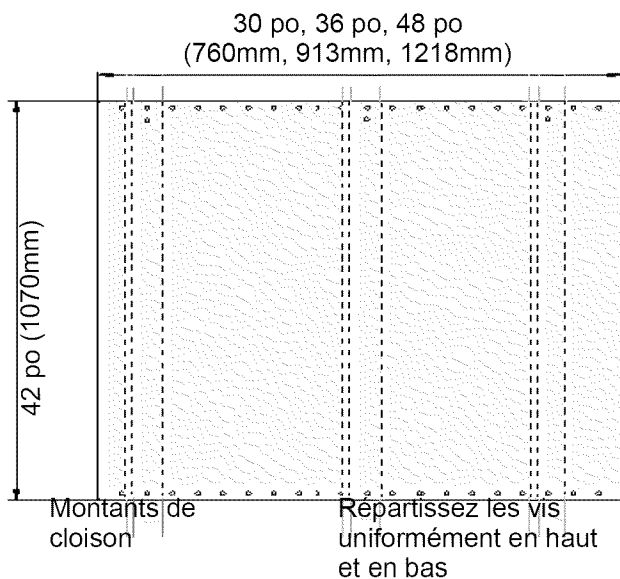

Figure 15 : Installation du dossier de protection
3. Utilisez deux vis fournies pour fixer le haut et le bas du dossier de protection dans chaque montant de cloison (voir *Figure 15*).